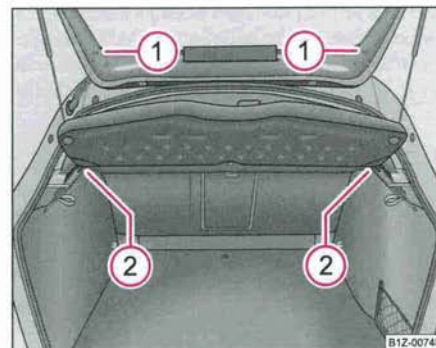

Fig. 83 Dépose de la tablette du coffre à bagages
- Décrochez les sangles du hayon ① ⇒ fig. 83.
- Sortez le cache de la fixation ② et tirez-la horizontalement en arrière.
- Lors de la remise en place, poussez d'abord le cache du coffre à bagages dans la fixation ② puis accrochez les sangles ① au hayon. ►